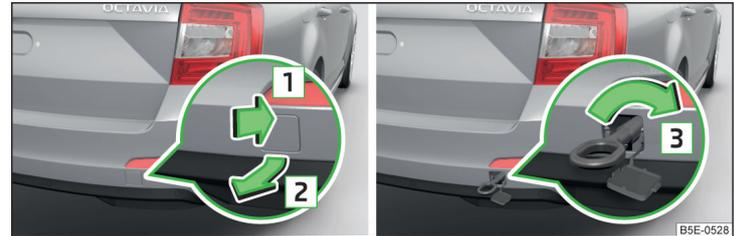
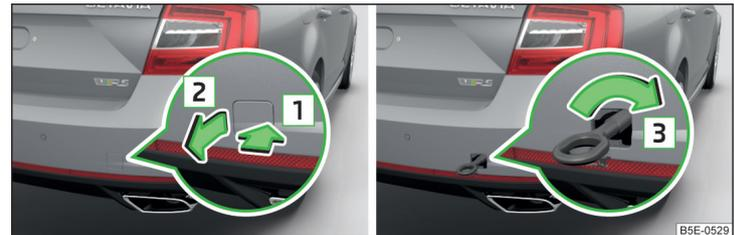

Abb. 209 Ausbau der Abdeckkappe / Einbau der Abschleppöse - Variante 1
Abb. 210 Ausbau der Abdeckkappe / Einbau der Abschleppöse - Variante 2
- Auf die Abdeckkappe im Bereich des Pfeils **1** » Abb. 209 bzw. » Abb. 210 drücken.
➤ Die Abschleppöse von Hand in Pfeilrichtung **3** » Abb. 209 bzw. » Abb. 210 bis zum Anschlag einschrauben » **!**.